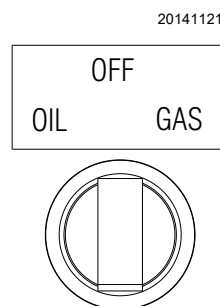

Fig. 36
- el selector combustible en posición "**GAS**" (Fig. 36).